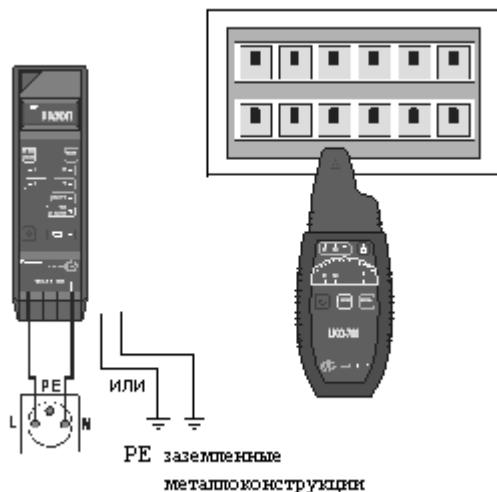

Рис.10 Идентификация предохранителей в щите
- Перемещая головку приемника от предохранителя к предохранителю и пользуясь клавишой **16** (пункт 7.1) локализовать нужный предохранитель на основании максимума принимаемого сигнала (Рис.10).